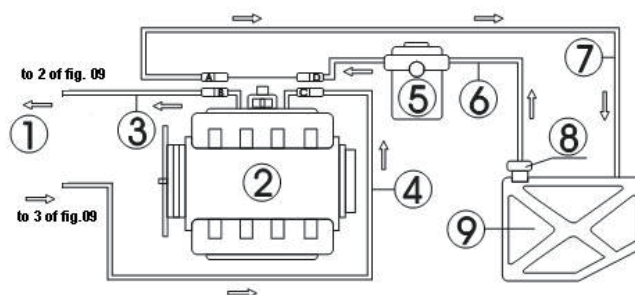

Figura 09
La conexión de la línea de la manguera del motor con la manguera de retorno se muestran como en la Figura 09.
- Desconecte las conexiones de las mangueras de suministro de combustible (C、 D) y las mangueras de retorno de combustible (A、 B) del sistema de combustible del motor (envuelva el conector con una toalla desconectando el conector). Elija los conectores adecuados y conéctelos al extremo B y al extremo C por separado, y luego conecte los otros extremos a la manguera de retorno y la manguera de salida correspondientes de la unidad. Vea la Figura 09.